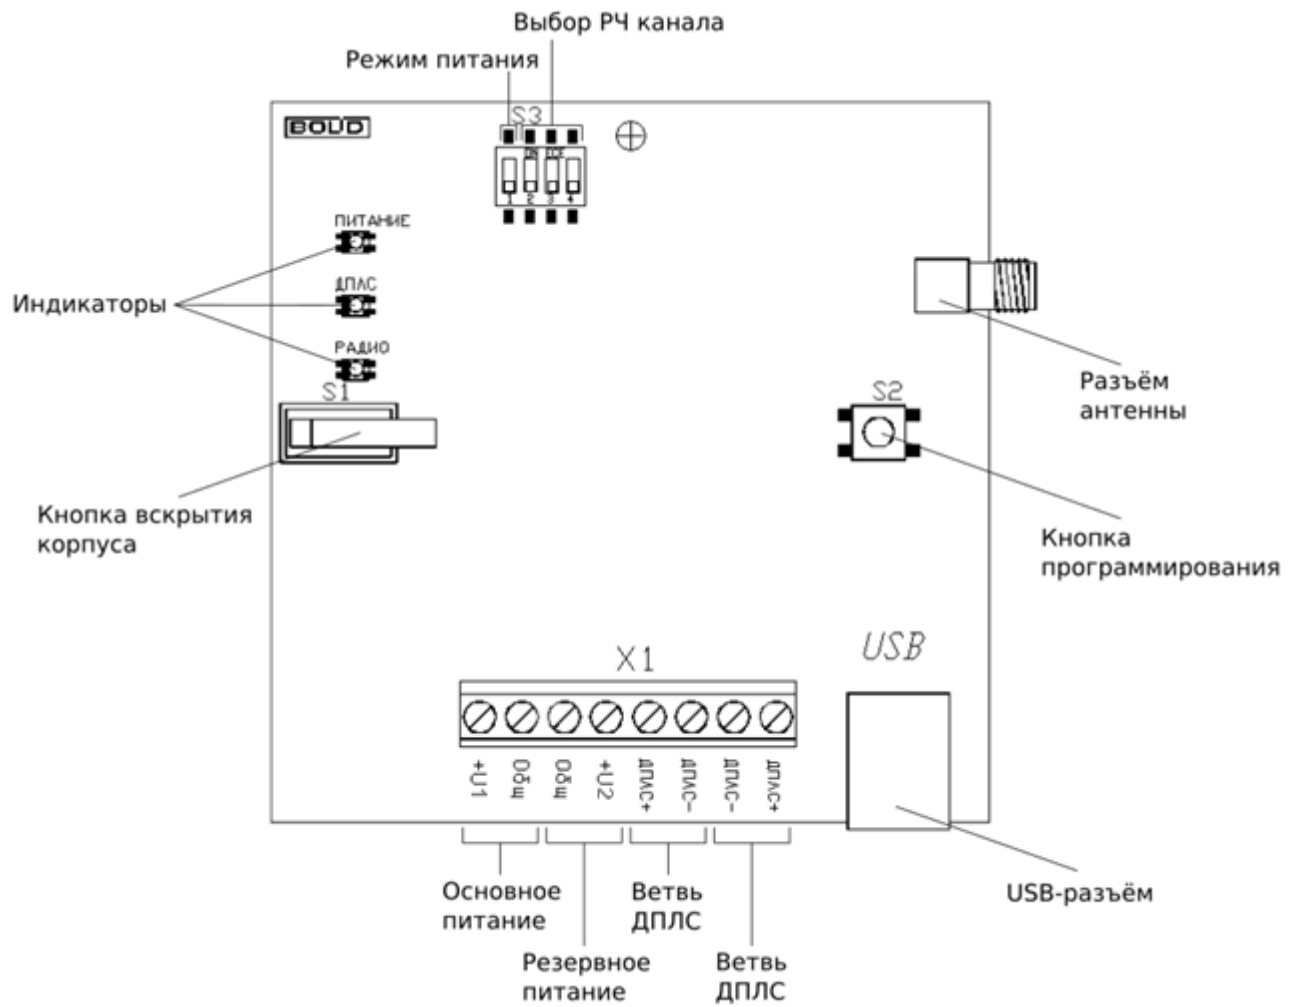

Рисунок 2.2 Расположение элементов на плате
На плате прибора располагаются клеммы проводных подключений и органы управления прибором (см. Рисунок 2.2):
Выбор режима питания осуществляется при помощи переключателя S3.1, расположенного на плате прибора (см. Рисунок 2.2). Значение положений переключателя приведено в Таблице 2.1.
В режиме питания от внешних источников, подключаемых к клеммам радиорасширителя (см. Рисунок 2.2), при штатной работе системы отсутствует потребление из сети ДПЛС. В данном режиме APP32 контролирует напряжение внешних источников питания, которое должно находиться в диапазоне от 9 до 28 В.
Выбор РЧ канала вручную осуществляется при помощи переключателей S3.2—S3.4, расположенных на плате прибора (см. Рисунок 2.2).
Процедура запускается посредством комбинации нажатий кнопки программирования S2 (см. Рисунок 2.2) «двойное короткое – длинное». Процедуру также можно запускать командой с ПК, при помощи программного средства «Конфигуратор C2000P» (см. Раздел 2.3.4).
При необходимости процедуру можно прервать, для этого следует произвести одновременное короткое нажатие на кнопку программирования S2 и кнопку вскрытия корпуса S1 (см. Рисунок 2.2).
- При открытом корпусе APP32, на кнопке программирования **S2** (см. Рисунок 2.2) произвести комбинацию нажатий *«однократное короткое – длинное»*. Также управление режимом подключения доступно на ПК, при помощи программного средства «Конфигуратор C2000P» (см. Раздел 2.3.4);